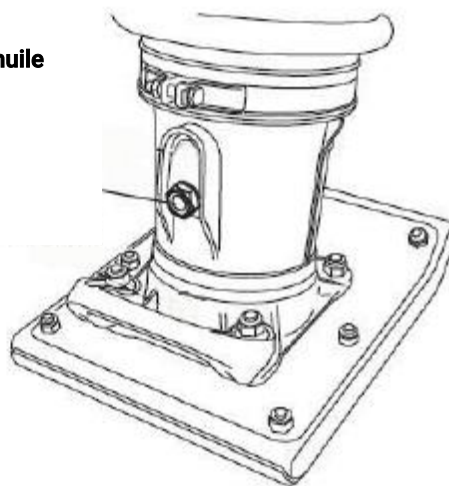

Fig 2
1. Vérifiez le niveau d'huile à travers le viseur de niveau d'huile (Figure 2) à l'arrière du pied de sabotage.
2. Si l'huile n'est pas visible, ajouter de l'huile à moteur 10W-30 dans le bouchon de remplissage d'huile (Fig. 2). Le bain contient environ 1,7 litre (800 cc).